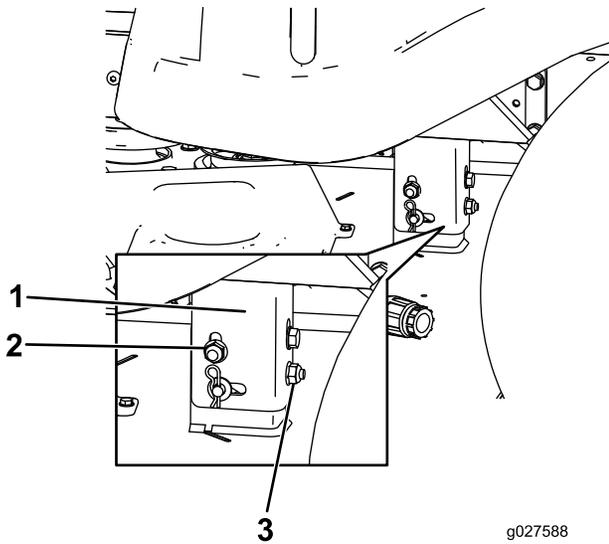

Figure 60
8. Élevez ou abaissez le côté gauche du tablier de coupe en tournant l'écrou arrière (Figure 60).
Remarque: Tournez l'écrou arrière dans le sens horaire pour élever le tablier de coupe ou dans le sens antihoraire pour abaisser le tablier. (Figure 60).